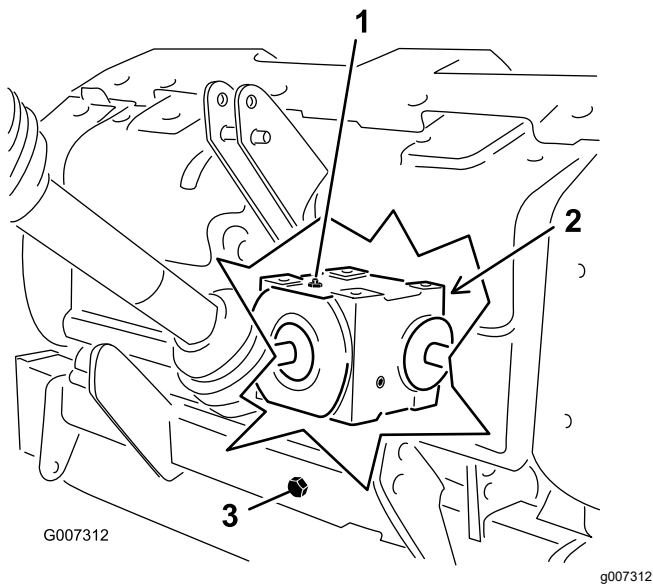

Рисунок 31
2. Выверните пробку контрольного отверстия редуктора (Рисунок 31).
- Следите, чтобы уровень масла в редукторе доходил до низа контрольного отверстия (Рисунок 31).
- Во избежание загрязнений очистите пробки заливного и сливного отверстий (Рисунок 31).